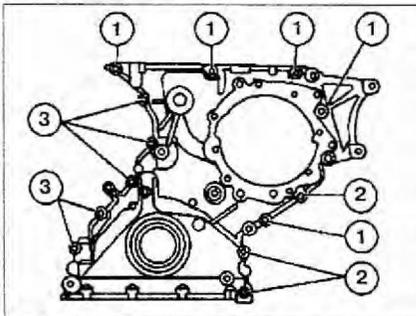

Рис. 2.7. Порядок затяжки болтов крепления крышки цепи ГРМ.
23. Установка проводится в порядке, обратном снятию. Порядок затяжки болтов крепления крышки цепи ГРМ показан на рис. 2.7.